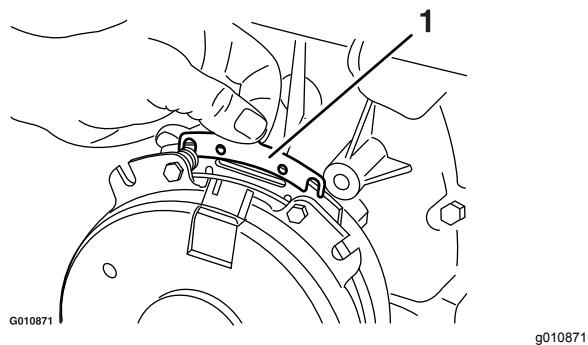

**Figure 58**
- A. Desserrez les boulons de fixation du frein de  $\frac{1}{2}$  tour à 1 tour, comme montré à la Figure 58.